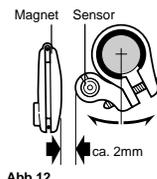

Abb.12
(2) Sensor auf der rechten Seite der vorderen Gabel anbringen. Schieben Sie Band B in den Schlitz von Band A und legen Sie das Gummipolster auf die Innenseite von Band A wie in Abb.8. Passen Sie die Länge der Bänder so an, daß die Verschraubung der Bänder parallel verläuft, nachdem Sie an die Gabel montiert wurden (Abb. 9). \* Um das Band B von Band A zu lösen, kräftig ziehen. Befestigen Sie die Bänder mit dem Sensor an der Gabel indem Sie die Schrauben vorerst provisorisch anziehen (Abb.10). Mitte des Magneten und Markierungslinie des Sensors ausrichten (Abb.11). Sicherstellen, daß ca. 2 mm Abstand besteht. Dann die Schraube festziehen (Abb. 12).